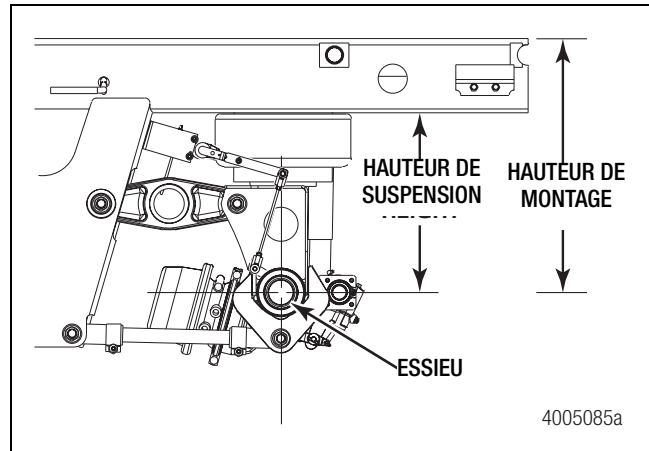

Figure 10
25. Déterminer la hauteur de suspension préconisée. Se reporter aux spécifications du constructeur de la remorque. Le bras de suspension supérieur doit se trouver dans la position correspondant à la hauteur de suspension préconisée de la remorque avant de serrer au couple tous les axes de pivot. Figure 10.